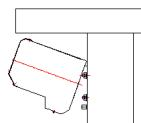

Рис. 3
3. Плотно прикрепите завесу к монтажной пластине и проверьте надежность крепления. (Рис. 3, 4)